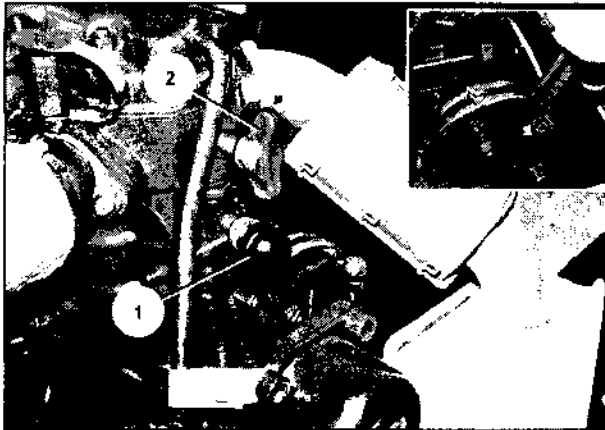

Bild 95
1. Drehzahlhebel (Bild 95/1) ganz nach hinten (Bild 95/rechts oben) schieben und warten, bis das Aggregat zum Stillstand kommt.